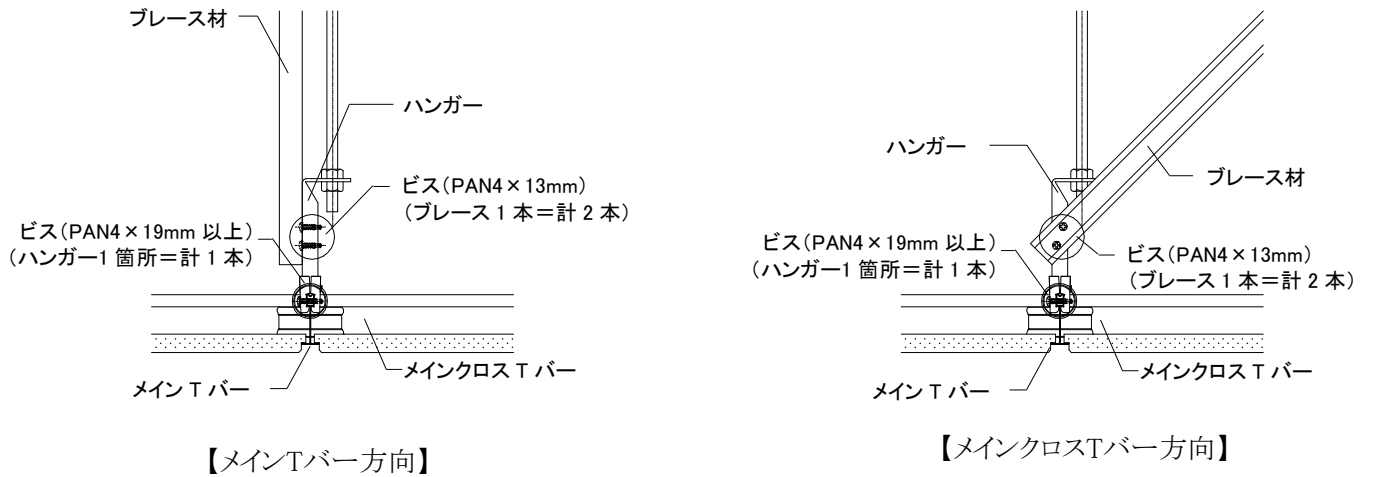

図2-7-7 ブレース下部取付詳細
④ブレース材の取付けは、ハンガーにブレース 1 本につきビス 2 本で固定する。ブレース設置時は、以下の点に留意すること。(図 2-7-7 参照)